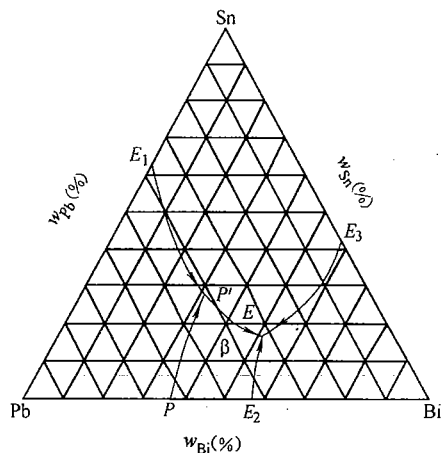

图 27-1 第二题第 4 小题图
(1) 若其离子半径 $r_{\text{Mg}^{2+}} = 0.066\text{nm}$, $r_{\text{O}^{2-}} = 0.140\text{nm}$, 则其原子堆积密度为多少？
(2) 如果 $r_{\text{Mg}^{2+}}/r_{\text{O}^{2-}} = 0.41$, 则原子堆积密度是否改变？
4. 图 27-1 所示为 Pb-Sn-Bi 相图投影图。问：